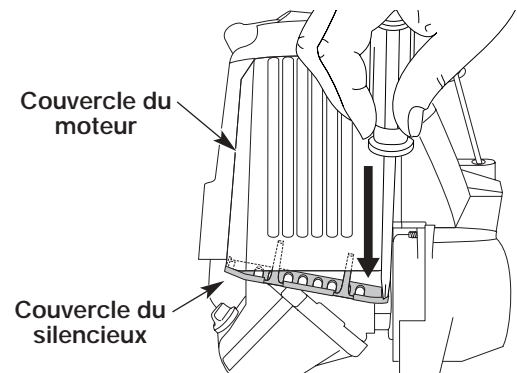

Fig. 27
1. Retirez le couvercle du silencieux en appuyant sur le coin à l'aide d'un tournevis à lame plate (Fig. 27). Glissez les encoches sur les côtés du couvercle par-dessus les languettes du couvercle du moteur et retirez le couvercle.
13. Remplacez le couvercle du silencieux. Glissez les longues languettes du couvercle du silencieux dans le couvercle du moteur. Glissez avec un déclic les encoches sur les côtés du couvercle par-dessus les languettes du couvercle du moteur (Fig. 27).